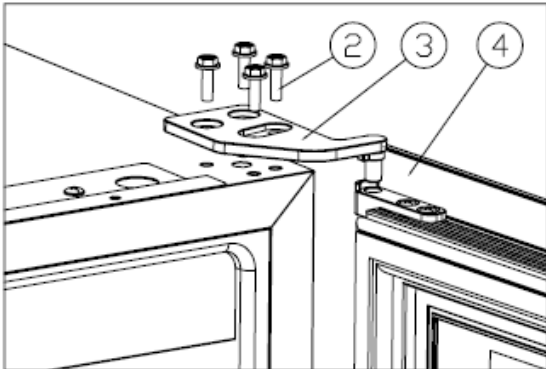

Abbildung 1
- ✧ Schrauben Sie die Schrauben M5*16 ② heraus, demontieren Sie das rechte obere Scharnier ③ und nehmen Sie die Tür ab [Abbildung 1].